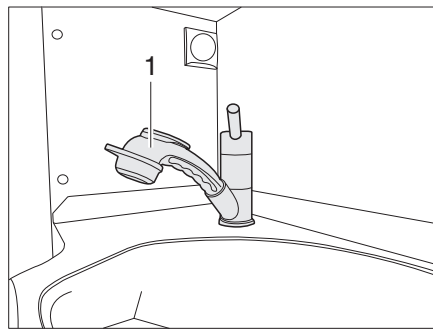

Bild 99 Handbrause
- Handbrause (Bild 99, 1) herausziehen und leer laufen lassen.
- ▷ Zum Duschen die Handbrause (Bild 99,1) benutzen. Dazu die Handbrause herausziehen.